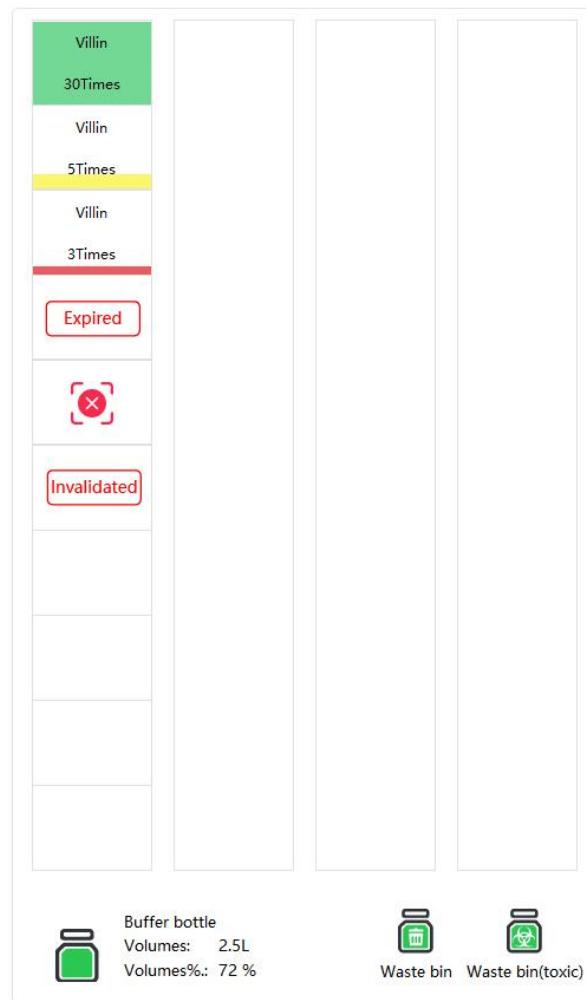

Figura 3-10 Posizioni dei reagenti
- (1) Dopo aver preparato i reagenti, svitare i tappi delle bottiglie di reagenti e tenerli correttamente tra le pareti laterali in modo corretto, quindi inserire i porta-reagenti negli alloggiamenti, assicurandosi che i porta-reagenti siano installati nella direzione corretta e che siano posizionati in piano all'interno dello strumento. Lo strumento esegue automaticamente la scansione del reagente RFID fino alla fine. Per informazioni dettagliate sull'installazione dei reagenti, vedere *6.1.4 Istruzioni per l'installazione o la sostituzione dei reagenti*.
- (2) Dopo aver completato la scansione automatica dei reagenti, lo strumento leggerà e visualizzerà automaticamente le informazioni dell'etichetta RFID, tra cui l'abbreviazione del reagente, il tempo residuo e il tempo rimanente, come illustrato nella Figura 3-10.